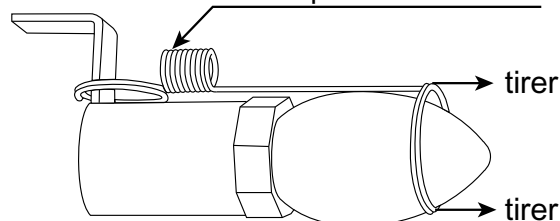

Fig. 6
5. Retirer les ampoules et les remplacer par des ampoules claires à douille E12 de 120 V, 40 W (figure 6).